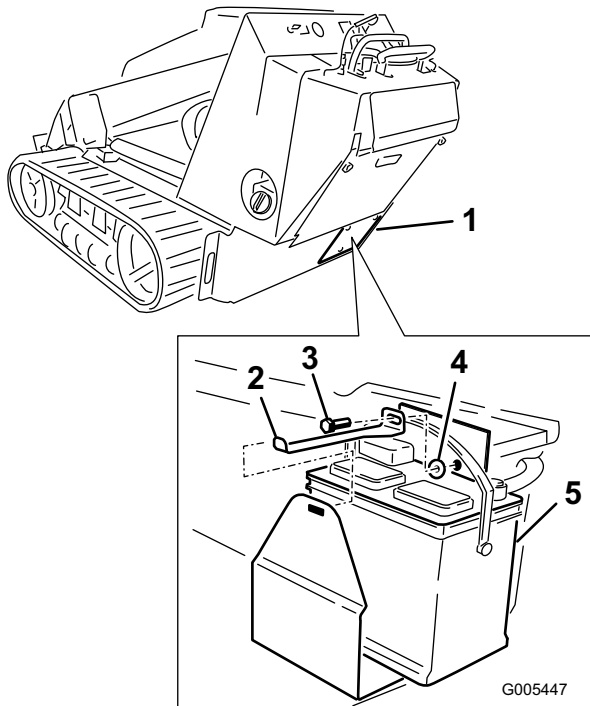

Bild 7
3. Bauen Sie die Batterie in die Maschine ein (Bild 7).
4. Setzen Sie die Batterieabdeckung ein (Bild 7).